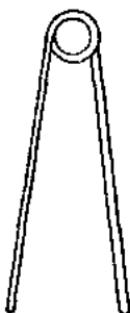

图 1
1. 把铁丝慢慢对折后，再将它绕 270° 角使铁丝中间一段成为直径约为10毫米左右的圆圈，如图1。